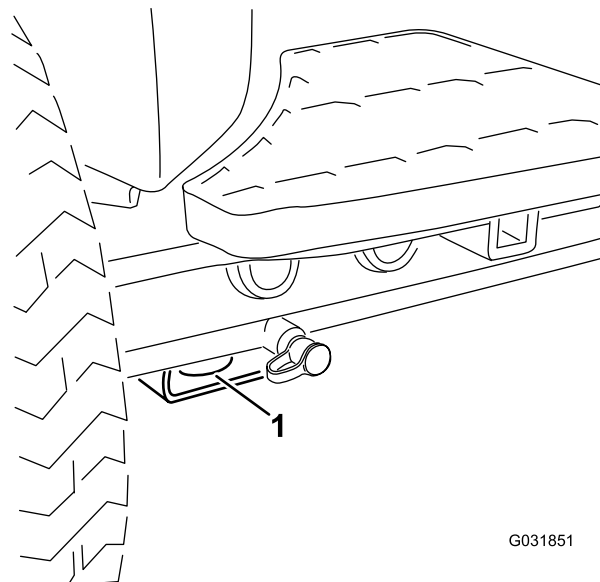
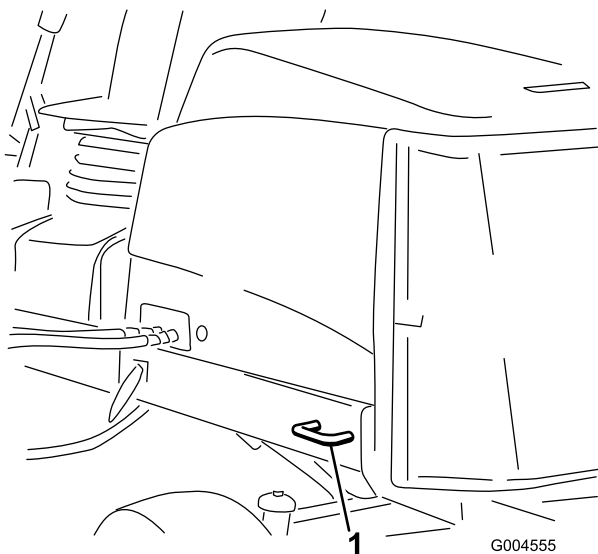

Bild 39
Bild 40
- Befestigen Sie die Maschine mit den Metallvergurtungen und Riemen, Ketten, Kabel oder Seilen am Anhänger oder Pritschenwagen (Bild 39 und Bild 40).
- Vorne: Loch im Rechteck unter dem Achsenrohr in jedem Vorderreifen (Bild 39).
- Hinten: Jede Maschinenseite am hinteren Rahmen (Bild 40).